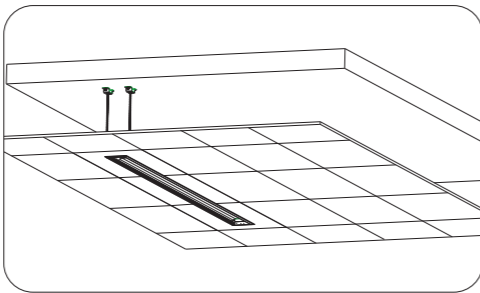
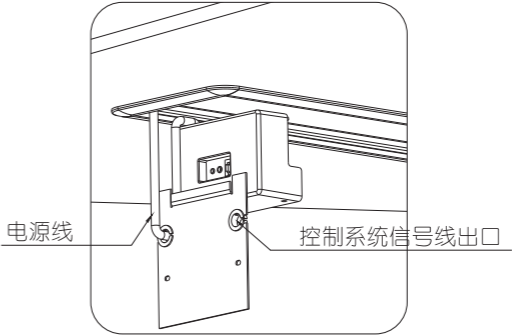

图18
图21
- 2) 将所需的控制系统信号线插入如图18所示的对应信号输出孔，并把信号线从图21所示的控制系统信号线出口引出！(详情可参照外置控制功能说明的相关内容)